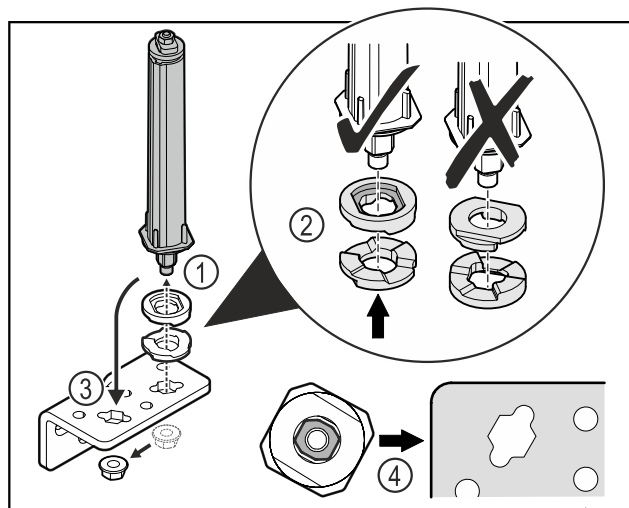

Fig. 51
- Moer losdraaien en deursluitsysteem verwijderen Fig. 51 (1).
- De correcte uitlijning van de hoogte-instelschijven in acht nemen Fig. 51 (2).
- Deursluitsysteem in de scharnierhoek verplaatsen en met de moer vastzetten Fig. 51 (3).
- Bij het plaatsen de correcte uitlijning van het deursluit-systeem in acht nemen Fig. 51 (4).